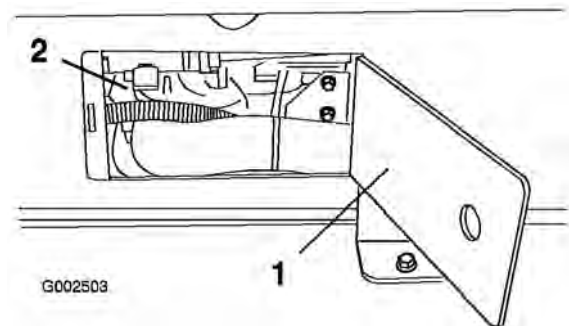

Bild 18
4. Öffnen Sie die beiden Zugangsplatten an beiden Seiten des Behältergestells und stellen Sie sicher, dass keine Schläuche oder Kabel gequetscht sind (Bild 18).